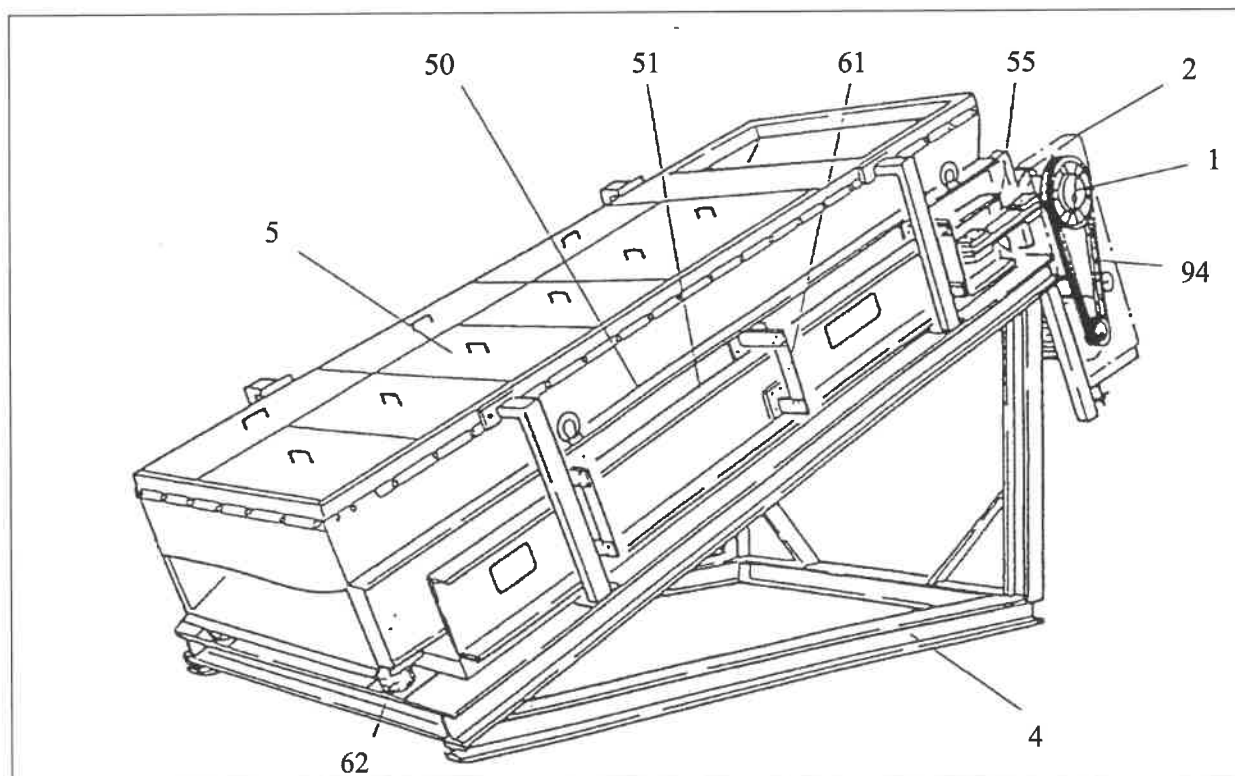

Рис. 6 – Грохот Liwell® тип LF – min
Каждый из коробов (Рис. 6 и 6а) состоит из двух боковых стенок (50, 51), которые соединены поперечными балками (52, 53).
В зависимости от модели грохота вращающий момент передается через клиноремённую передачу (94) (рис. 6 и 6а) или через клиноремённую передачу (94) и карданный вал (56) на эксцентриковый вал (1). Число оборотов привода лежит в пределах от 500 до 600 оборотов/минуту и определяется в зависимости от производительности и просеиваемого продукта.
Рис. 6а – Грохот Liwell® тип LF – big / max / mix (показано двухдечное исполнение)